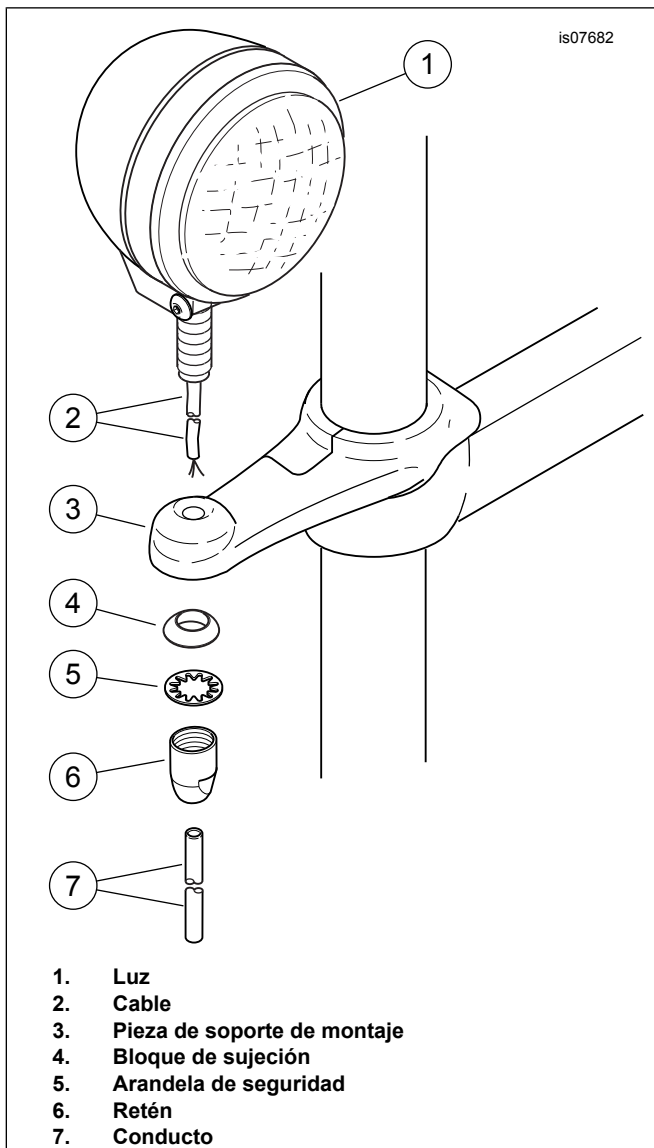

Figura 2. Instalación de la luz (se muestra el lado derecho)
2. Vea la Figura 2. Pase el cable (2) de la luz azul (1) a través de la pieza de soporte de montaje (3). Asegure la luz a la pieza de soporte con un bloque de sujeción (4), una arandela de seguridad (5) y un retén (6). Apriete el retén a 22–24 N·m (16–18 ft-lbs).
3. Deslice el conducto (7) sobre el cable de la luz.